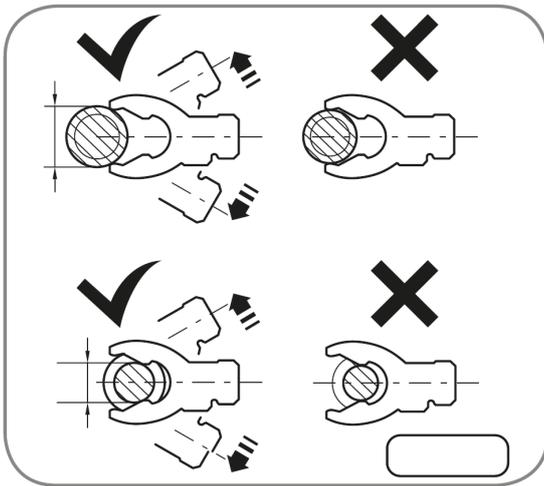

Abb. 10: Verschleißkontrolle Grenzmaßlehre
1. Mit den Zweizonen Grenzmaßlehren von SAF-HOLLAND die Abnutzung am Umfang des Zugsattelzapfens überprüfen, siehe „Abb. 10: Verschleißkontrolle Grenzmaßlehre“ auf Seite 18.